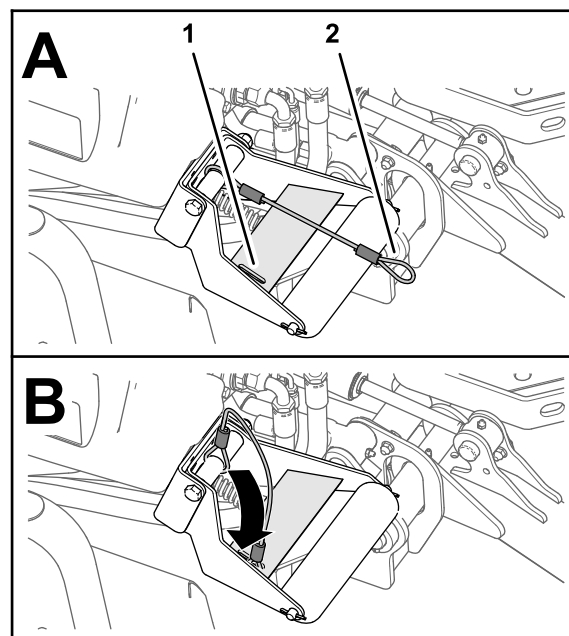

Figura 72
4. Cu unităile de tăiere coborâte, glisai bucla nului în fanta din placa de ranforsare a suportului rolei (Figura 72).